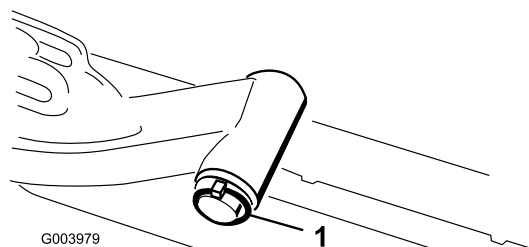

Bild 18
- A. Nehmen Sie den Klappstecker und die Scheibe ab, mit denen der Gelenkschaft des Hubarms am Hubarm befestigt ist. Schieben Sie die Gelenkwelle des Hubarms aus dem Hubarm (Bild 18).
- C. Setzen Sie den Hubarmschaft in den Hubarm ein und befestigen Sie ihn mit der Scheibe und dem Klappstecker (Bild 18).